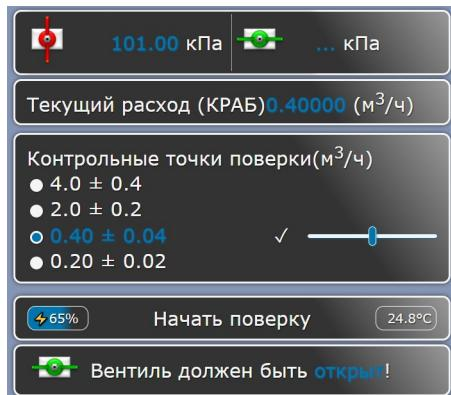

Рисунок 7 – Вид страницы ПО при готовности к поверке
2.3.12 Настроить регуляторы расхода руководствуясь подсказками ПО (см. рисунок 7).
После того, как регуляторы расхода будут настроены верно в блоке управления появится надпись «Начать поверку», см. рисунок 7.